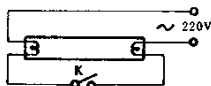

图 1-1-23
综上所述可以看出，镇流器的作用有两个：(1) 日光灯管在开始启动时，由镇流器两端产生瞬时高电压 (300~600V)，从而促使日光灯管点亮。(2) 当日光灯管点亮后，灯管内的气体被电离，电阻减小，灯管中的电流要增大，这时镇流器又起到限流的作用，限制灯管中电流的增大，防止放电电流过大将管子烧坏。如果日光灯电路中没有镇流器，如图 1-1-23 所示，因一般电源电压值为 220V，但是日光灯点燃时灯管两端所需的电压比电源电压要高得多才能使灯管中的惰性气体电离，因此若没有镇流器，日光灯管是不能点亮的。假如灯管可以点亮，因灯管中的电阻减小，在正常工作时，过大的放电电流也会使灯管烧坏。所以，一般日光灯电路中都必须要用镇流器。